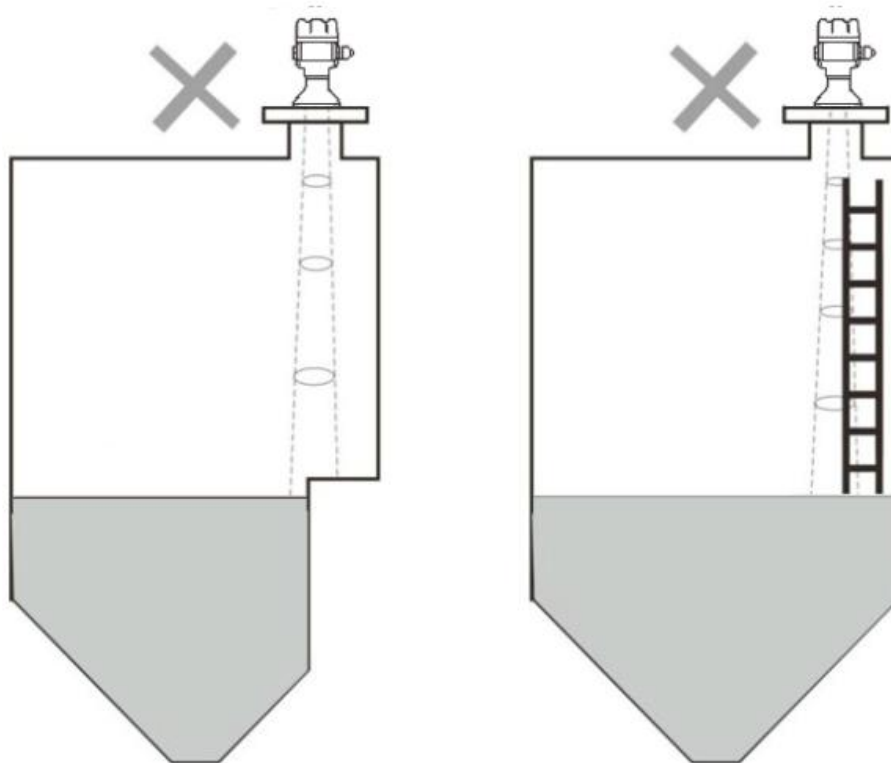

图3-1 仪器安装位置示意图
1) 保证波束范围内没有干扰物，如人梯，台阶，如图3-1所示：